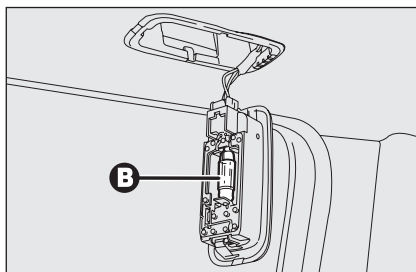

fig. 45
- ☐ sostituire la lampada **B**-fig. 45 svincolandola dai contatti laterali accertandosi che la nuova lampada risulti correttamente bloccata tra i contatti stessi.